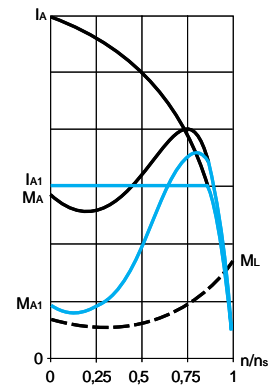

Abb. 1
- Abb. 1 zeigt die Veränderung des Momentes in Abhängigkeit vom Anlassstrom. Die Begrenzung des Anlassstroms I_A auf einen festgelegten Wert I_{A1} bewirkt die Reduzierung des Anlaufmomentes mit dem Quadrat des Stromverhältnisses $I_A : I_{A1}$.